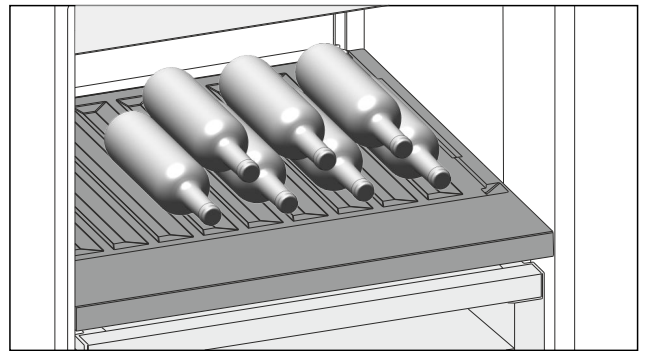

Fig. 125 Beispielhafte Darstellung
- ▶ Flaschen mit dem Boden nach hinten zur Rückwand einlegen. (siehe Fig. 125)